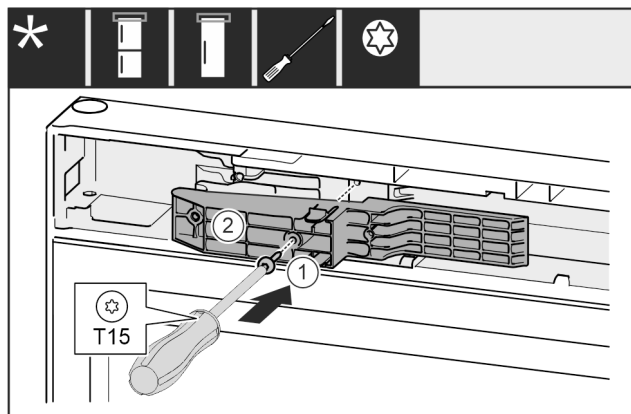

Fig. 64 *
- Adaptér Fig. 64 (1) na straně rukojeti vložte do výklenku.*
- Šroubovákem šroub Fig. 64 (2) pevně utáhněte.*